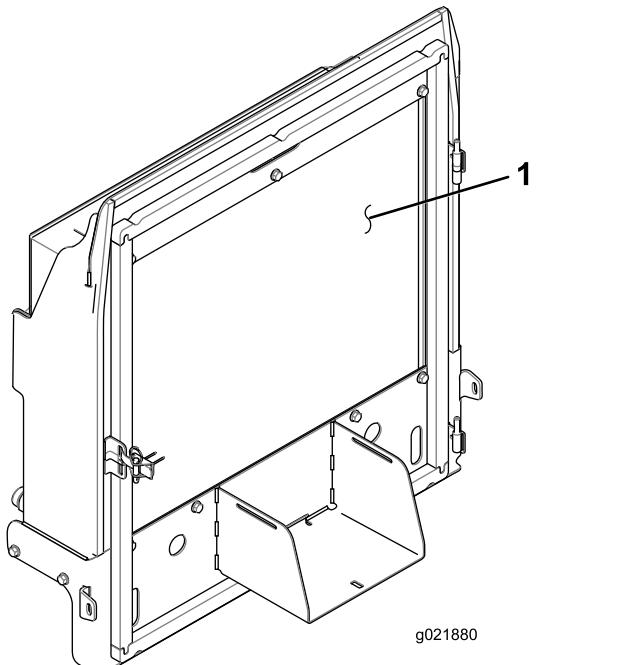

Bild 96
4. Reinigen Sie beide Seiten des Kühlers bzw. Ölkühlers gründlich mit Druckluft (Bild 96).